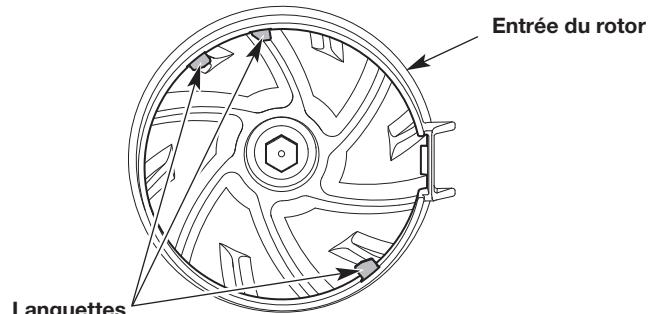

Fig. 3
2. Tout en maintenant la porte du rotor ouverte, alignez les fentes du tube supérieur de l'aspirateur avec les onglets de l'entrée du rotor (Fig. 3).